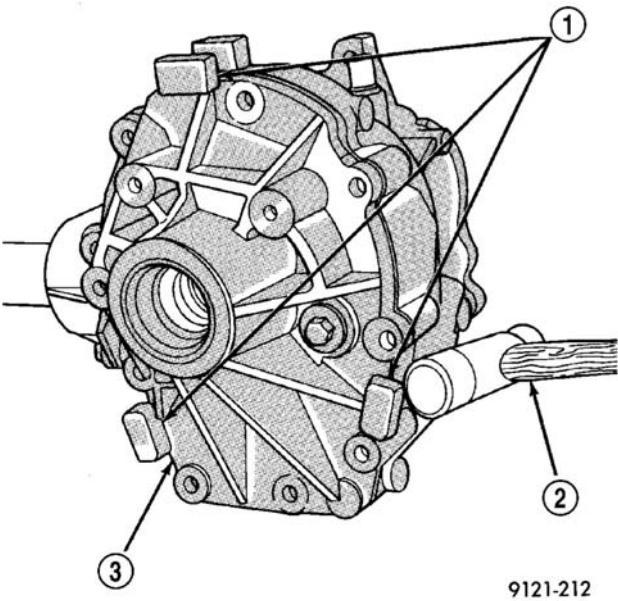

图 23 取下端盖
(2) 用锤子轻轻地敲打端盖凸耳以使盖与壳体分开 (图 23)。
(3) 清洁及检查油封表面。